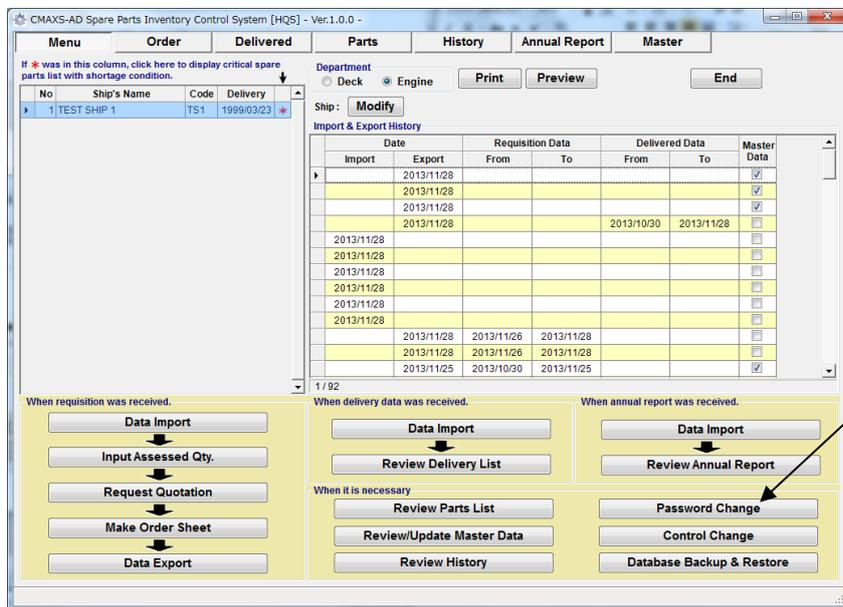

図 16-1 Menu 画面
(1) "Menu 画面" (図 16-1)上の[Password Change] を選択してください。